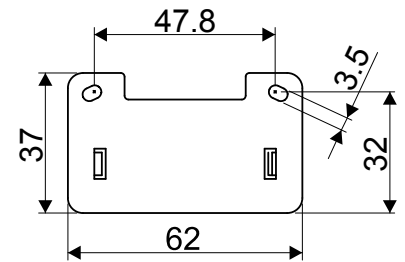

Рис. 3
3. Прикрепите основание индикатора срабатывания (рис. 3) к дверной раме с помощью двух винтов диаметром макс. 3 мм.